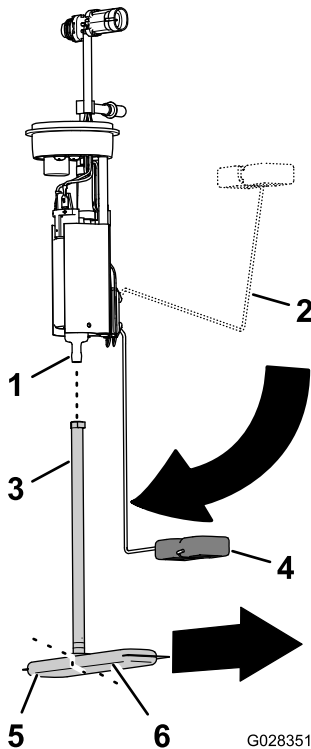

Figure 88
1. Détachez le tube d'aspiration du filtre à carburant du raccord de la pompe à carburant (Figure 88).
2. Alignez le tube d'aspiration du filtre à carburant de rechange et le raccord de la pompe à carburant (Figure 88).
3. Alignez la longue patte du filtre à carburant sur le flotteur quand le bras du flotteur est à la position réservoir vide (Figure 88).
4. Insérez le raccord de la pompe à carburant dans le tube d'aspiration jusqu'à ce que le raccord soit parfaitement engagé (Figure 88).
2. Insérez la pompe à carburant/transmetteur dans le goulot du réservoir (Figure 87 et Figure 88).